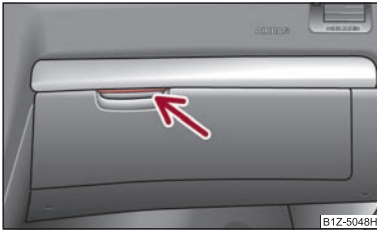

Fig. 71 Tabloul de bord: Torpedoul de pe partea pasagerului față
- Apăsăți mânerul capacului ⇒ fig. 71 - capacul se deschide în jos.